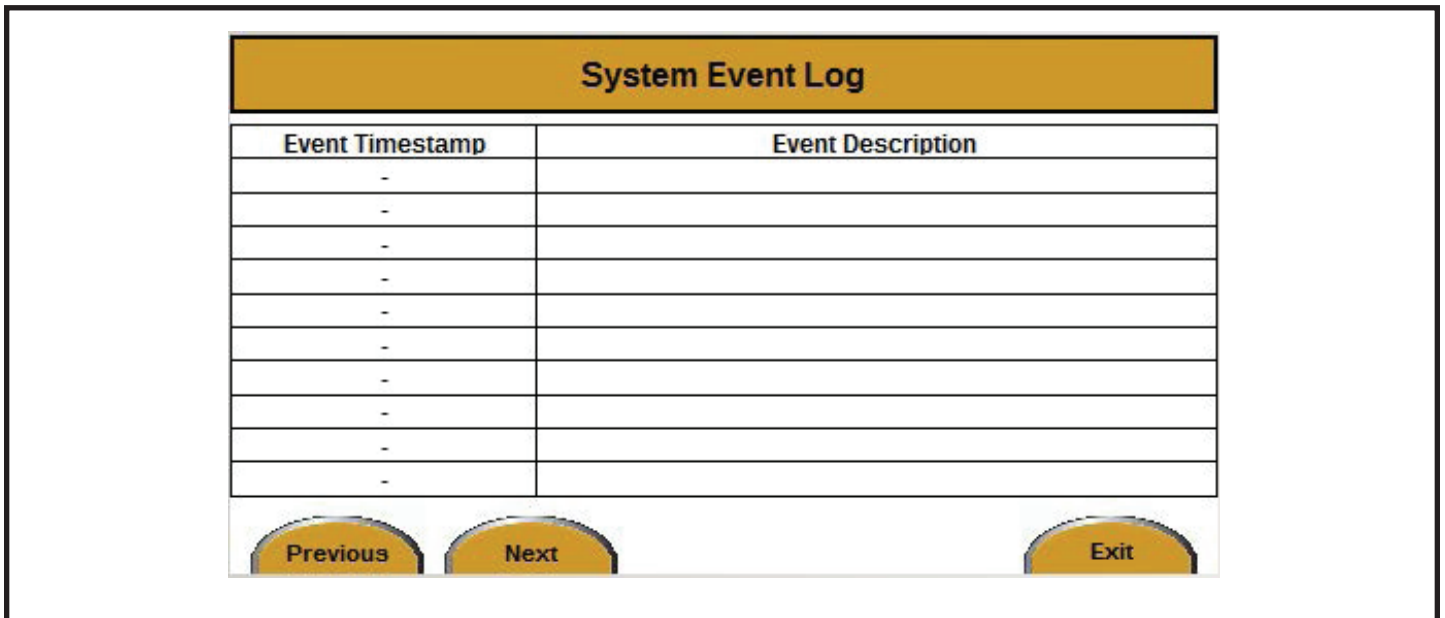

Figura 21
5. Presione el botón ENTER. Aparecerá la pantalla System Event Log (consulte la *Figura 21*).